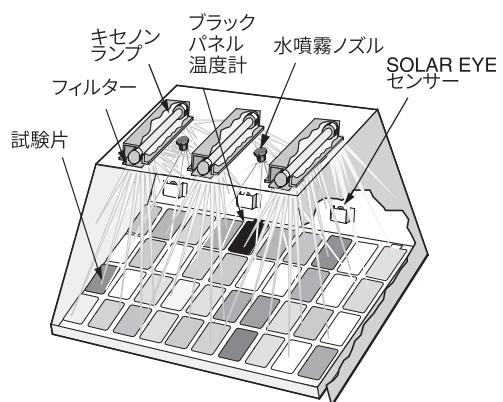

図8—Q-SUN Xe-3
**太陽光シミュレーション。**キセノンアーク試験機はUV、可視光、赤外線エネルギーを生成するので、フルスペクトル(全波長域)の太陽光を最も忠実に再現するとみなされています。キセノンアーク試験機には、全機能装備のQ-SUN Xe-3と卓上式のXe-1があります(図8および9を参照)。